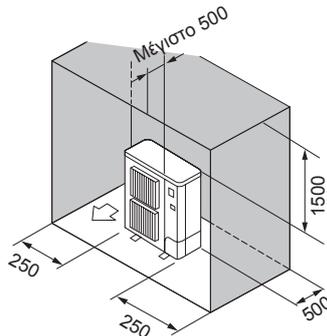

Fig. 2-11
- ⑥ Εμπόδια στην πίσω, στις δύο πλαινές και στην επάνω πλευρά μόνο (Fig. 2-11)